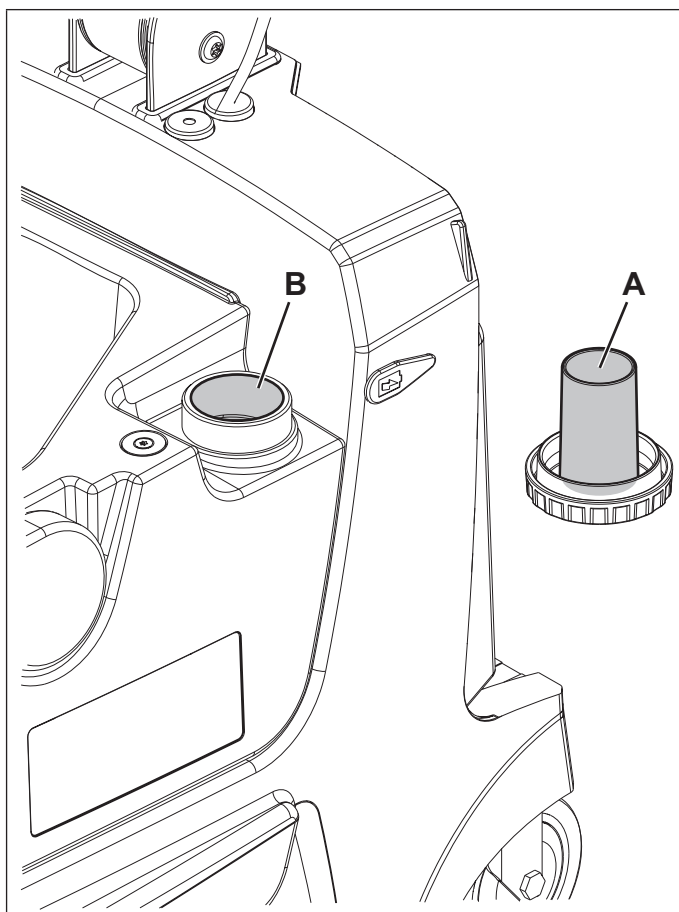

Рис. 2
1. Снимите крышку бачка (12).
2. Снимите колпачок (А, Рис. 2) с бачка для раствора (В).
6. Установите обратно крышку бачка (12).